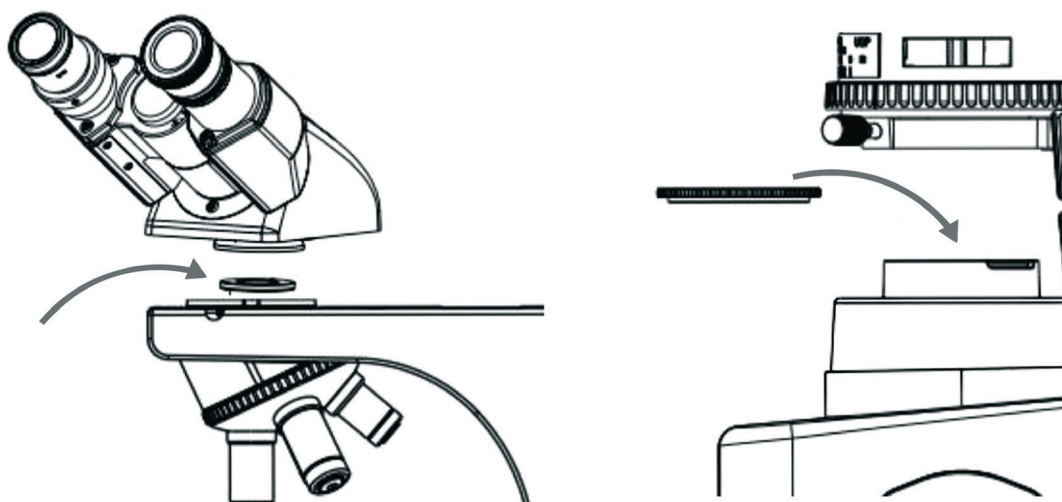

Рис. 14.
- Наблюдая в правый окулярный тубус, прикройте полевую и апертурную диафрагму, так чтобы была освещена только центральная часть поля зрения (рис. 14 а).
- С помощью центрировочных винтов конденсора 4 приведите изображение апертурной диафрагмы в центр поля зрения (рис. 14б).
- Наблюдая выходной зрачок объектива, раскройте апертурную диафрагму примерно на 2/3 выходного зрачка объектива (рис. 14с).